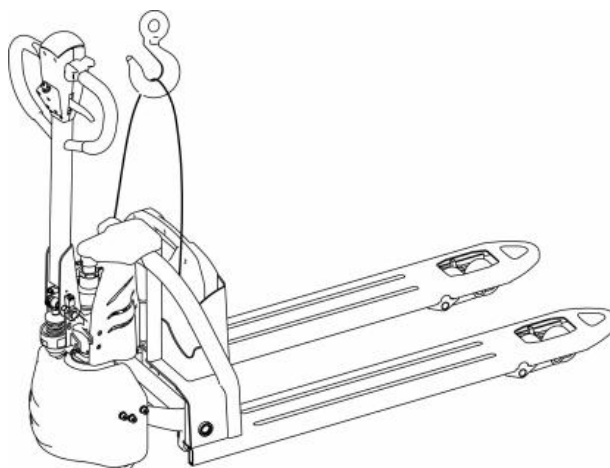

Рисунок 16
- При захвате крюком (рис. 16) будьте осторожны, не повредите хрупкую конструкцию тележки, также перед подвешиванием тележки для транспортировки извлеките АКБ;